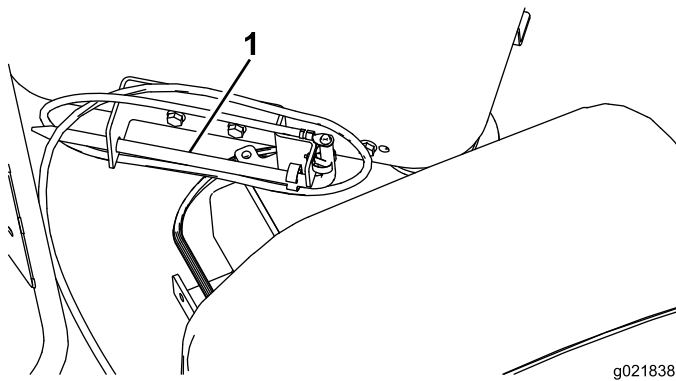

Figura 83
1. Retire la pica de tierra del soporte situado en el lateral de la plataforma del operador (Figura 83).
2. Baje el carro de perforación por el bastidor de perforación y rocíe la rosca del husillo con lubricante de roscas, luego suba el carro hasta el extremo superior del bastidor (Figura 83).